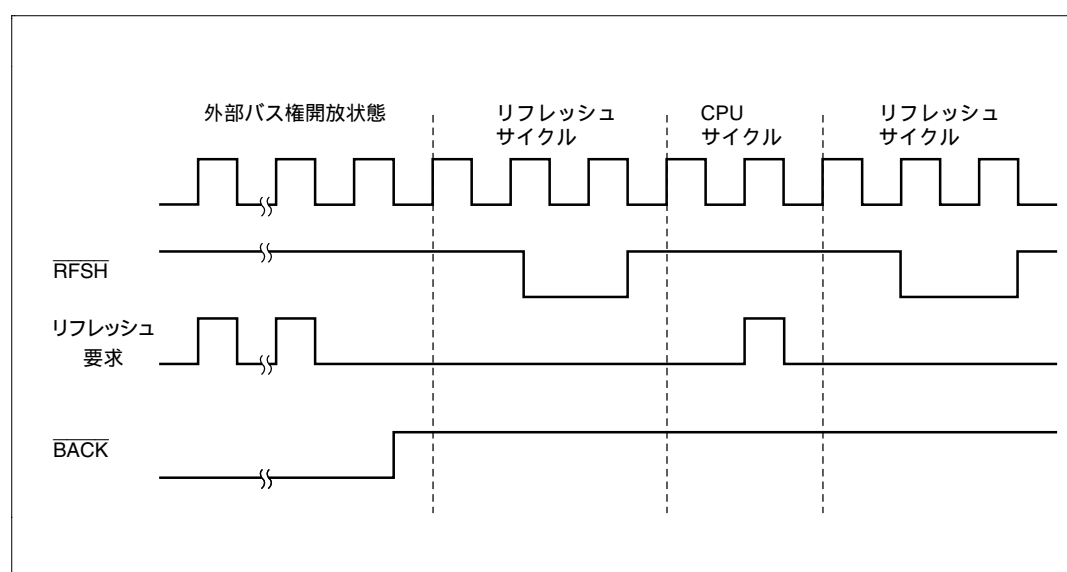
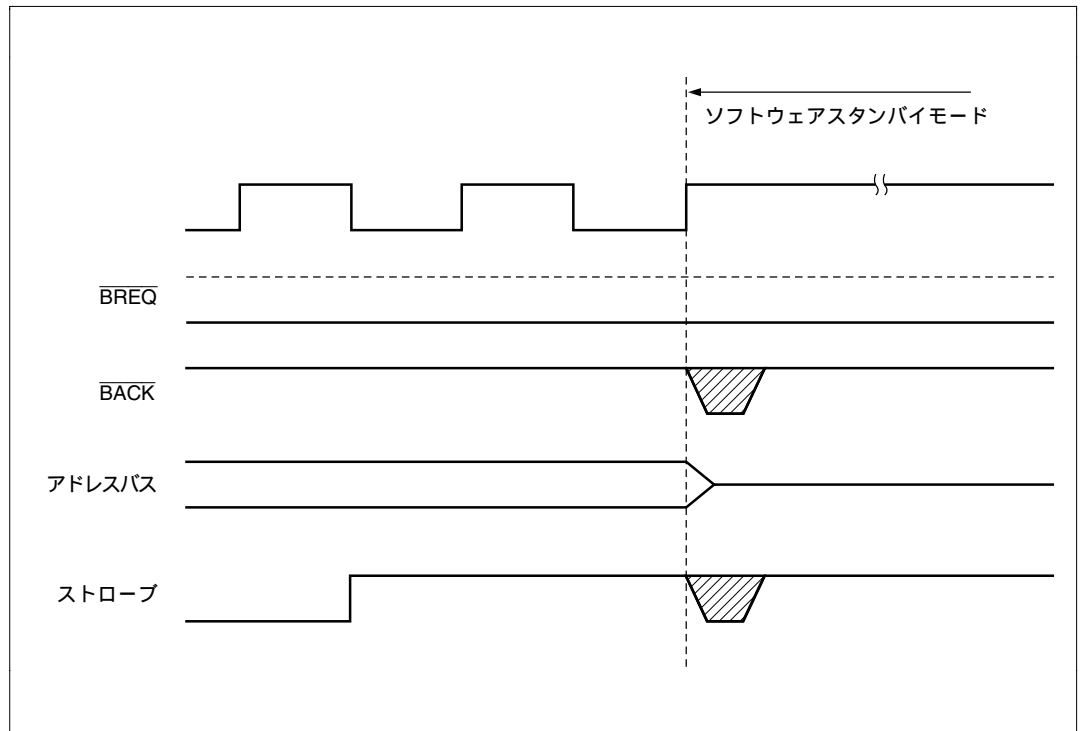

図 6.35 バス解放状態時のリフレッシュサイクル
図 6.36 バス解放状態とソフトウェアスタンバイモード
- (1) 外部バス権解放状態、ソフトウェアスタンバイモード、またはバスサイクルがウェイトステートの挿入により長く続く場合、リフレッシュサイクルは実行されません。したがって、これらの状態では、別の方法でリフレッシュを行う必要があります。
- (2) 外部バス権解放状態中に内部でリフレッシュ要求が発生した場合、最初の要求が保持され、バス権解放状態解除後、リフレッシュサイクルが1回だけ実行されます。図 6.35 にその場合のバスサイクルを示します。
- (3) バスサイクルがウェイトステートの挿入により長く続く場合も、外部バス権解放状態と同様に、最初の要求が保持されます。
- (4) ソフトウェアスタンバイモードへ遷移するとき、外部バスマスタからのバス権要求が競合すると、ソフトウェアスタンバイモードへの遷移時に  $\overline{\text{BACK}}$  とストロープの状態が不確定になる場合があります (図 6.36 参照)。ソフトウェアスタンバイモードを使用するときは、SLEEP 命令を実行する前に、BRCR の BRLE ビットを 0 にクリアしてください。また、セルフリフレッシュモードへの遷移でも同様の競合により、ストロープ波形出力が保証されないことがあります。これも BRCR の BRLE ビットを 0 にクリアすることにより防止できます。
- (5) セルフリフレッシュ解除直後、CPU サイクルが始まるまでの一定期間、外部バス権解放が可能です。セルフリフレッシュ直後の  $\overline{\text{RAS}}$  プリチャージ時間の規定を充たすよう  $\overline{\text{RAS}}$  の状態に注意してください。